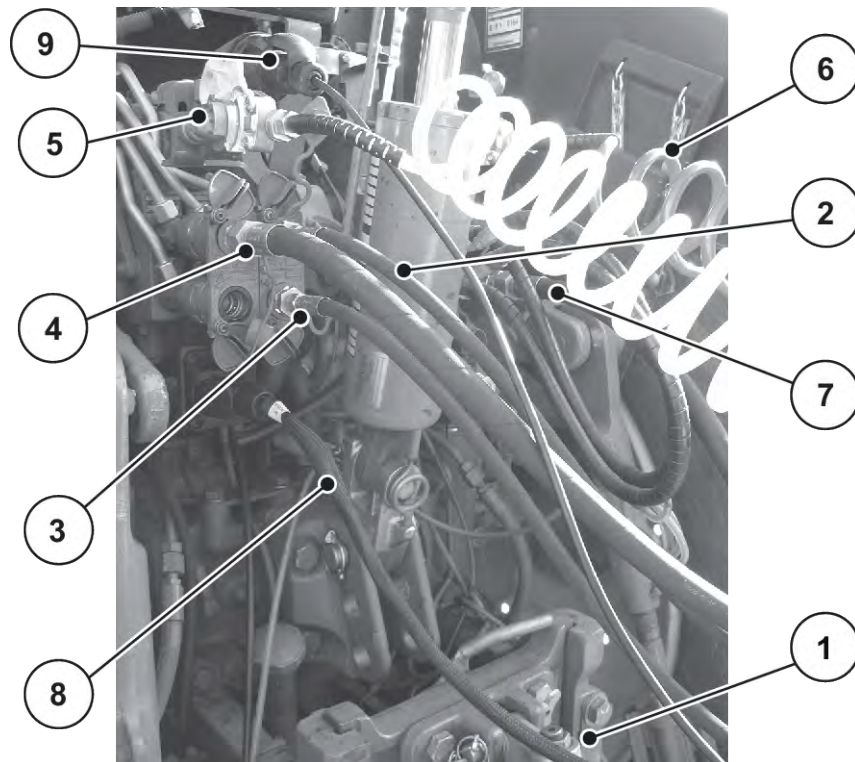

Рис. 26: Порядок підключення ліній машини до трактора
Див. Рис. 26
- ▶ Дотримуватися порядку підключення: Див. Рис. 26 Порядок підключення ліній машини до трактора
- ▷ Див.. *Рис. 26 Порядок підключення ліній машини до трактора.*